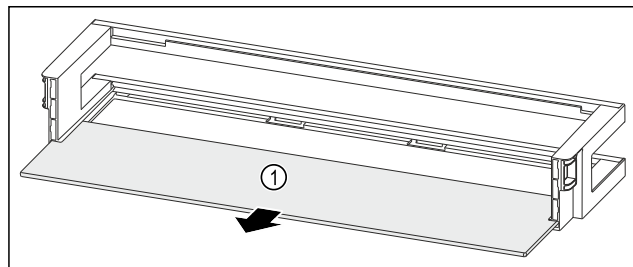

Fig. 274 Polica u vratima s policom za odlaganje
- Izvadite policu Fig. 274 (1).